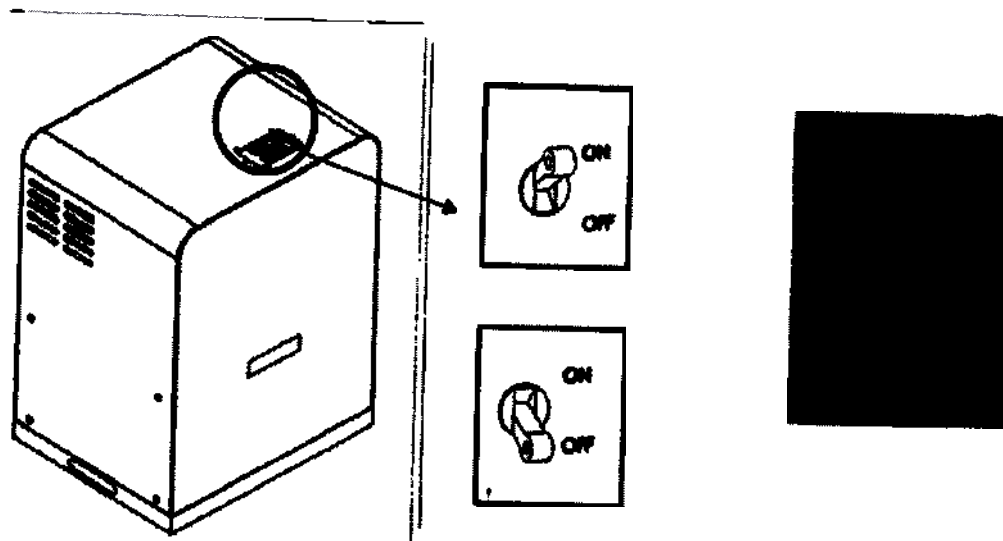

Рисунок 11. - Главный сетевой выключатель
- 1) Включите главный сетевой выключатель (см. Рис. 11) в верхней части генератора высокого напряжения.